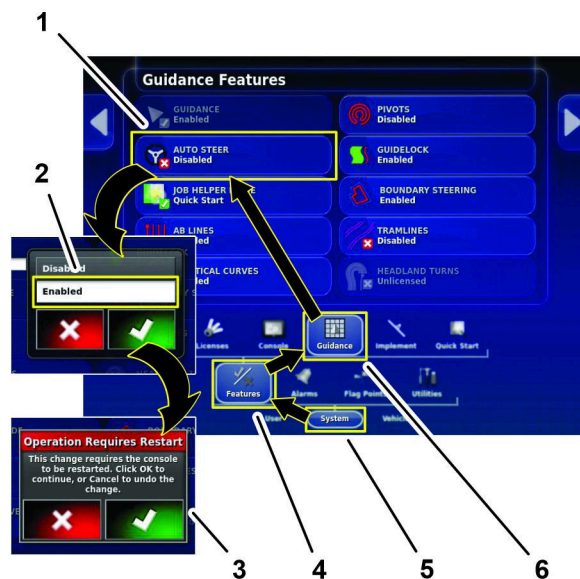

図 156
3. システムアイコン、機能アイコン、およびガイダンスアイコンを押します(図 156)。
4. AUTO STEERアイコンを押します。(図 156)。
5. ダイアログボックスで、有効化アイコンを押し、確認アイコンを押します(図 156)。
6. ダイアログボックスの再起動が必要な場合は承認アイコンを押す 図 156。